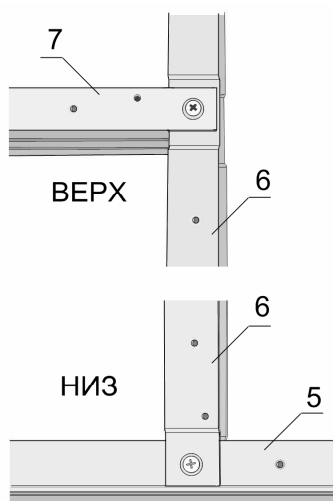
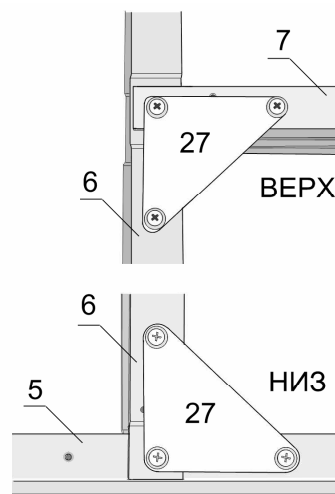

Рис. 5
Рис. 6
- 3.2.2. Крепление саморезов и сборку дверного проема начните с наружной стороны теплицы (рис. 5), так как с внутренней стороны, в местах соединения, необходимо закрепить косынки № 27 для фиксации двери (рис. 6). На деталях нижней обвязки №4 и №5 с наружной стороны имеются отверстия Ø 3мм для крепления ПК.
- 3.2.3. В верхней части стойки дверного проёма №6 соедините перемычкой дверного проёма №7, а внизу присоедините к обвязке торца №4 и №5 (рис. 5).
3.2.4. Поверните дверной проём внутренней стороной теплицы кверху и произведите крепление стоек дверного проёма №6 и перемычки №7 вместе с косынками №27 (рис. 6). При креплении косынок контролируйте длины диагоналей с целью сохранения прямоугольности проёма.